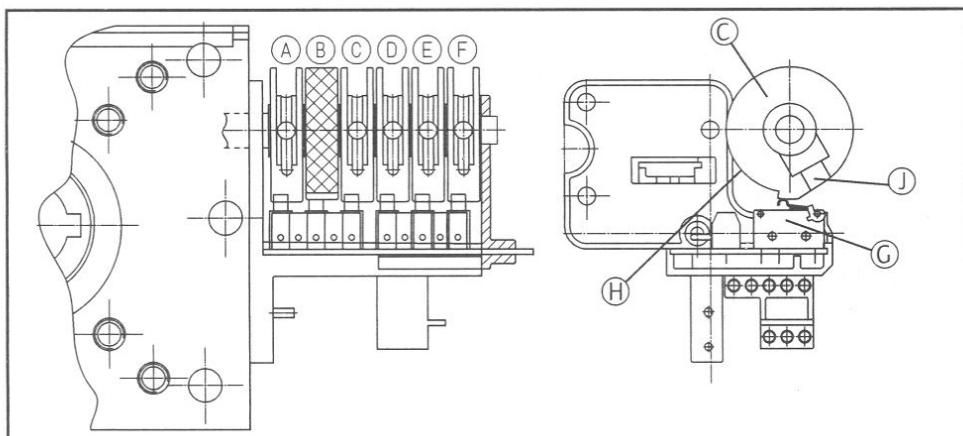

Рис.17 Установка референтной точки
- Отпустите установочный винт (J) управляющего кулачка (B)
- Установите управляющий кулачок (B) таким образом, чтобы зазор между кулачком и контактом выключателя референтной точки (G) составлял 2 мм (см. рис.17 положение H)
- Зафиксируйте данное положение кулачка (B), затянув установочный винт (J).
- Включите сеть и нажмите на кнопку «Закрыть» (12)